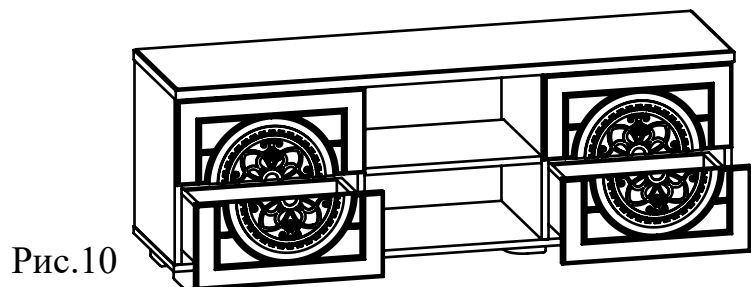

Рис.10
12. Установите ящики в корпус тумбы (Рис. 10).